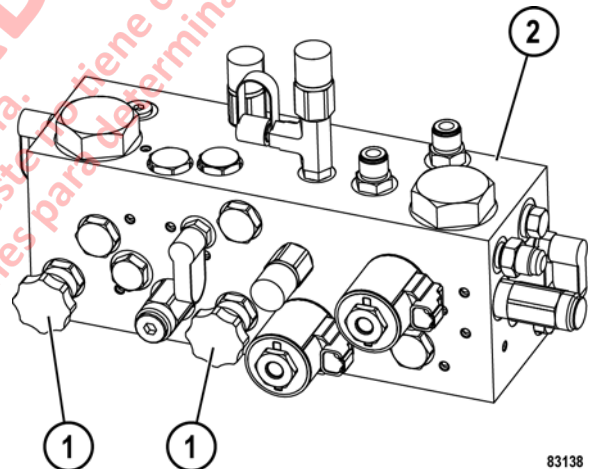

FIGURA 50-1. MÚLTIPLE DE FRENOS
2. Abra las válvulas de purga del acumulador de frenos (1, Figura 50-1) en el múltiple de frenos (2) del gabinete de frenos hidráulicos para despresurizar los acumuladores de frenos.